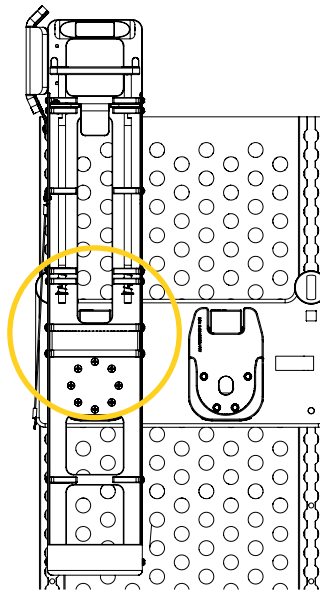

Figure 5: Emplacement de la courroie de serrage
1. Tirer sur l'extrémité de la courroie de serrage (Figure 5) et la retirer de l'anneau pour détacher la courroie.